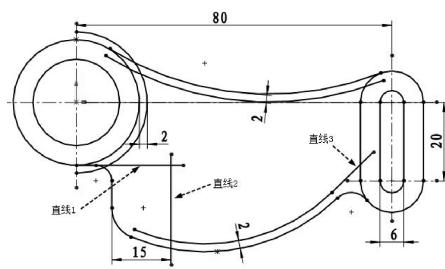

图 2-125 绘制 3 条直线
- 单击【直线】按钮 $\text{F}$ ，绘制 3 条直线，如图 2-125 所示。